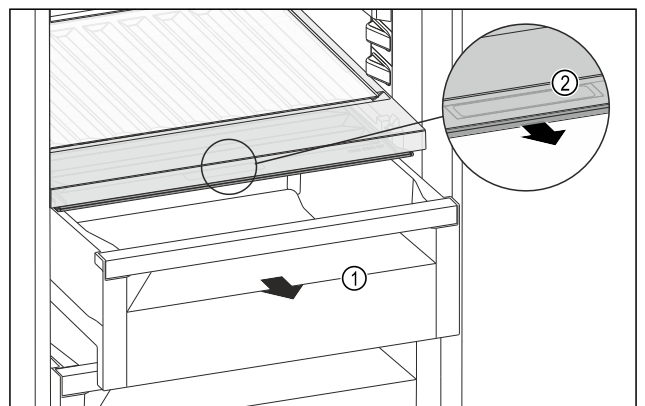

Fig. 109
- Schubfach Fig. 109 (1) herausziehen.
- Griffmulde Fig. 109 (2) am Fachdeckel anfassen und Fachdeckel gleichzeitig nach vorne ziehen.